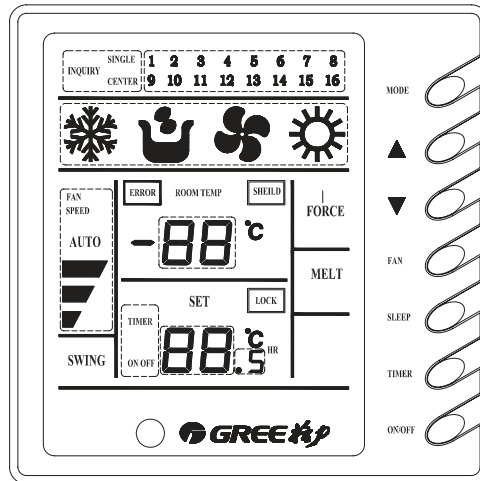

Рис. 2.3
2.3 Проводной групповой пульт управления ZJA011 (рис. 2.3).